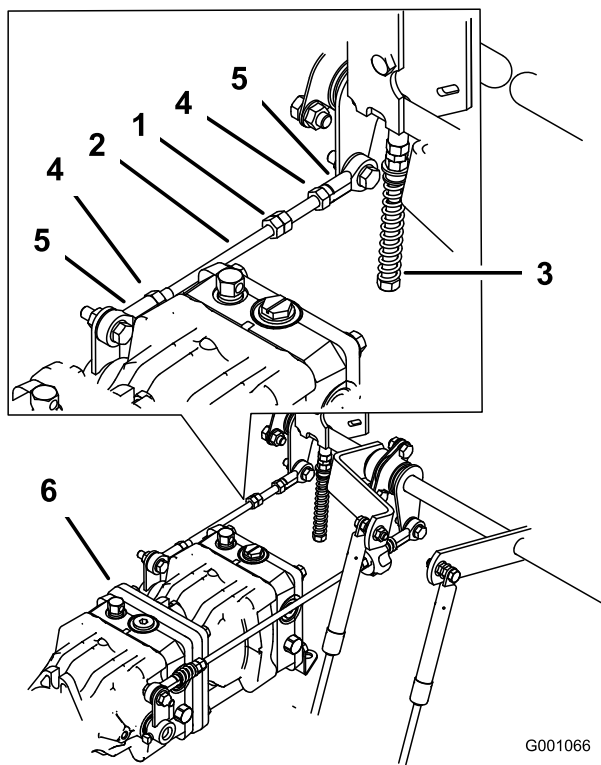

Figure 99
1. Desserrez les contre-écrous sur les rotules de la tige de commande de la pompe (Figure 99).
3. Réglez la longueur de la tige de pompe en tournant les doubles écrous dans le sens voulu, jusqu'à ce que la roue soit immobilisée ou tourne légèrement en arrière (Figure 99).
6. Serrez les contre-écrous contre les rotules (Figure 99).